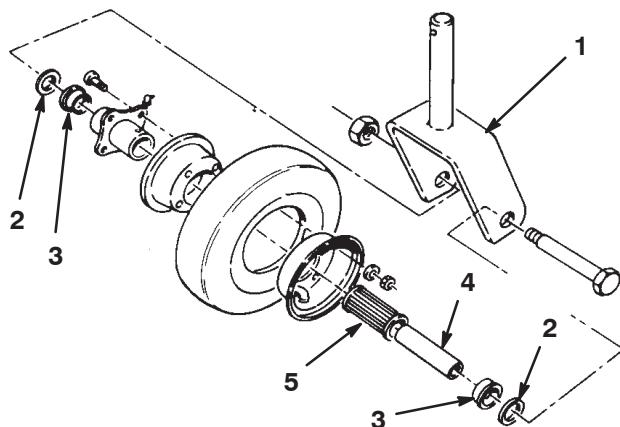

Bild 24
1. Nehmen Sie die Sicherungsmutter von der Kopfschraube ab, mit der das Laufrad zwischen der Laufradgabel gehalten wird (Bild 24). Halten Sie das Laufrad fest und schieben die Kopfschraube aus der Gabel ab.
2. Kippen Sie das Rad zur Seite und lassen Sie die Spannerbüchse herausfallen (Bild 24).
3. Nehmen Sie eine Lagerbefestigung von der Radnabe ab und lassen Sie das Lager herausfallen. Nehmen Sie die Lagerbefestigung an der gegenüberliegenden Seite der Radnabe ab (Bild 24).